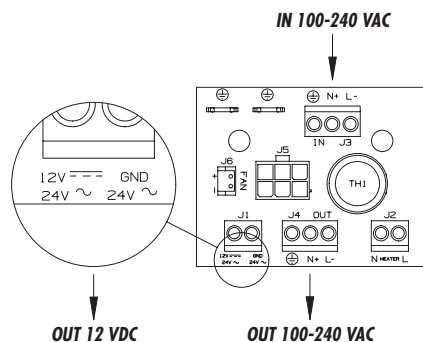
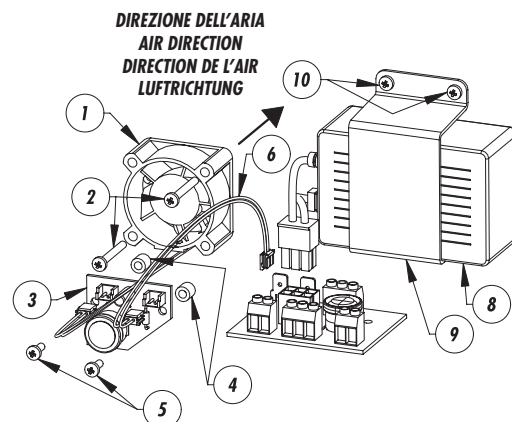

Fig. 4
Fig. 2
- ⚠ **Il ventilatore è contrassegnato da una freccia indicante la direzione del flusso d'aria prodotto che deve essere rivolta verso l'esterno della custodia (Fig. 2).**
- ⚠ **La flèche du ventilateur indique la direction du flux d'air produit et doit être dirigée vers l'extérieur du caisson (Fig. 2).**
- ⚠ **The fan is marked by an arrow, showing the direction of the airflow produced by the fan, and this should point towards the outside of the housing (Fig. 2).**
- ⚠ **Der Ventilator ist durch einen Pfeil gekennzeichnet, der in Richtung des entstehenden Luftstromes zeigt, also normalerweise aus dem Gehäuse heraus (Fig. 2)**
- Collocare il ventilatore (1) nell'apposito alloggiamento previsto sul fondo posteriore della custodia (Fig. 2).
- Fissare il ventilatore con le due viti (2) fornite in dotazione al kit (Fig. 2).
- Montare il circuito (3) del ventilatore (Fig. 3) nel previsto alloggiamento sul fondo posteriore della custodia con gli appositi distanziali (4) e viti (5) forniti in dotazione al kit (Fig. 2).
- Collegare il morsetto FAN (J6) del circuito di appoggio (Fig. 4) con il morsetto V IN (J1) del circuito del ventilatore con l'apposito cavetto (6) fornito in dotazione al kit (Fig. 2).
- Posizionare l'alimentatore (8) nell'apposito alloggiamento sul fondo posteriore della custodia (Fig. 2).
- Fissare l'alimentatore al fondo della custodia con il supporto (9) e le viti (10) in dotazione al kit.
- Inserire il connettore a sei poli del cavo dell'alimentatore nel connettore J5 (Fig. 4).
- Installer le ventilateur (1) dans le logement prévu sur le panneau postérieur du caisson (Fig. 2).
- Fixer le ventilateur au moyen des deux vis (2) fournies avec le kit (Fig. 2).
- Monter le circuit (3) du ventilateur (Fig. 3) dans le logement prévu sur le panneau postérieur du caisson au moyen des entretoises (4) et des vis (5) fournies avec le kit (Fig. 2).
- Connecter la borne FAN (J6) du circuit d'appui (Fig. 4) avec la borne V IN (J1) du circuit du ventilateur avec le petit câble (6) fourni avec le kit (Fig. 2).
- Positionner l'alimentateur (8) dans son logement dans le fond du caisson (Fig. 2).
- Fixer l'alimentateur au fond du caisson avec le support (9) et le vis (10) en dotation.
- Brancher le connecteur à 6 poles de l'alimentateur dans le connecteur J5 (Fig. 4).
- Position the fan (1) in the special seating provided on the rear cover plate of the housing (Fig. 2).
- Fasten the fan with the two screws (2) supplied with the kit (Fig. 2).
- Assemble the fan circuit (3) (Fig. 3) in the seating provided on the rear cover plate of the housing, using the appropriate spacers (4) and screws (5) supplied with the kit (Fig. 2).
- Connect the FAN (J6) terminal of the support circuit (Fig. 4) with the V IN (J1) terminal on the fan circuit using the special cable (6) supplied with the kit (Fig. 2).
- Place the power supply (8) in the provided on the rear cover plate of the housing (Fig. 2).
- Fasten the power supply on the rear cover plate of the housing with the support (9) and screws (10) supplied with the kit (Fig. 2).
- Der Ventilator (1) wird in der extra vorgesehenen Aufnahmestelle auf der hinteren Abdeckplatte des Gehäuses untergebracht (Fig. 2).
- Der Ventilator wird mit den beiden beiliegenden Schrauben (2) befestigt (Fig. 2).
- Der Schaltkreis (3) des Ventilators (Fig. 3) wird an der vorgesehenen Aufnahmestelle auf der hinteren Abdeckplatte des Gehäuses montiert. Dazu dienen die zugehörigen Abstandhalter (4) und Schrauben (5), die ebenfalls dem Bausatz beiliegen (Fig. 2).
- Die Klemme FAN (J6) der Trägerschaltung (Fig. 4) wird über die beiliegende Litze (6) mit der Klemme V IN (J1) der Ventilatorschaltung verbunden (Fig. 2).
- Den Netzteil (8) in den dazugehörigen Sitz am Rückboden des Gehäuses einsetzen (Fig. 2).
- Den Netzteil an den Rückboden des Gehäuses mit den mitgelieferten Halterung (9) und Schrauben (10) befestigen.